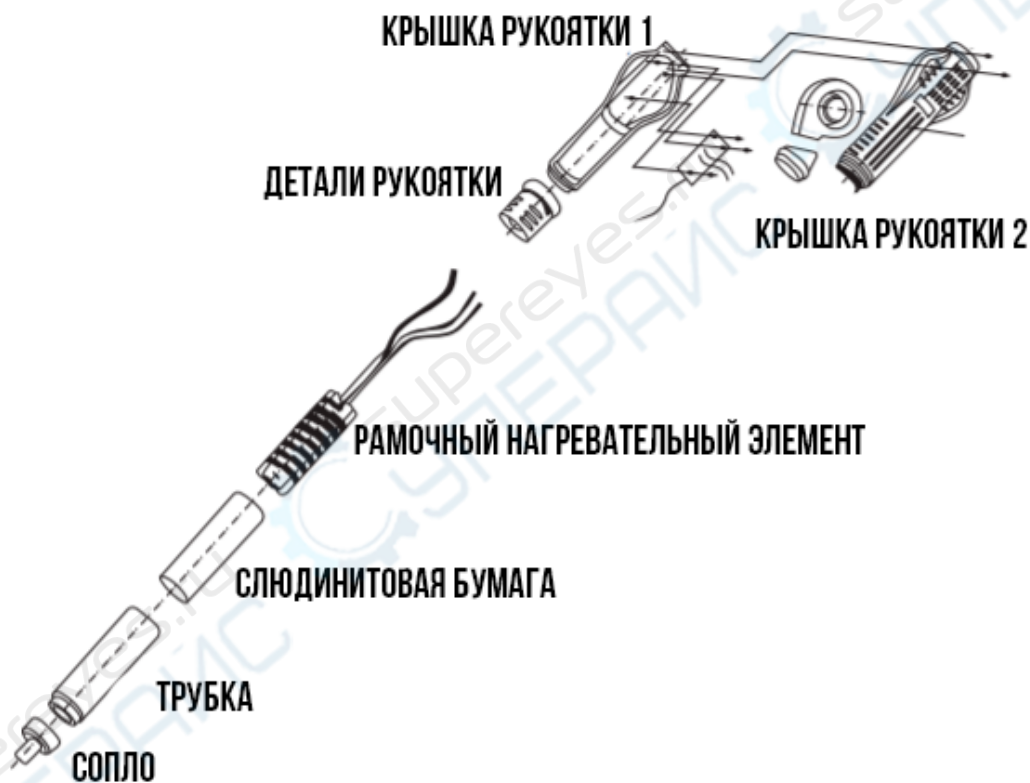

Рисунок 2 К замене нагревателя термофена
6.1. Замена нагревательного элемента термофена (рисунок 2)